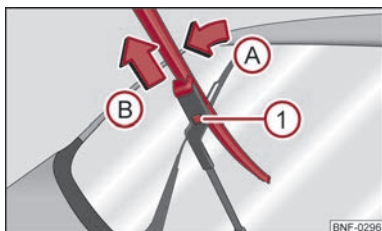

Fig. 30 Viskerblad til forrude
- Løft viskerarmen fra forruden, og vip viskerbladet lidt i retning mod viskerarmen, pil A ⇒ Fig. 30.
- Løsn låseanordningen ① med den anden hånd, og tag viskerbladet af i pilens retning B.